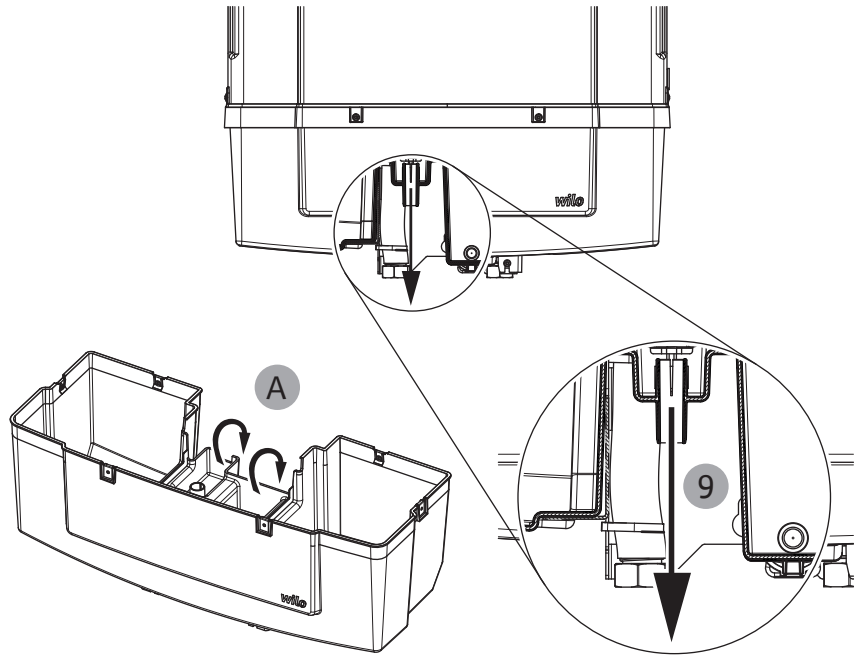

Fig. 11: Przelew
- Nie należy umieszczać ani mocować żadnych urządzeń lub przedmiotów pod produktem. System posiada zintegrowany przelew (Fig. 11, poz. A).